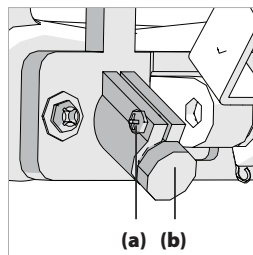

Fig. 6
- Desserrez les vis de serrage (**Fig. 6, a**)
- Tournez doucement le module laser (**Fig. 6, b**) jusqu'à ce que la ligne soit parallèle aux marques faites sur le carton.